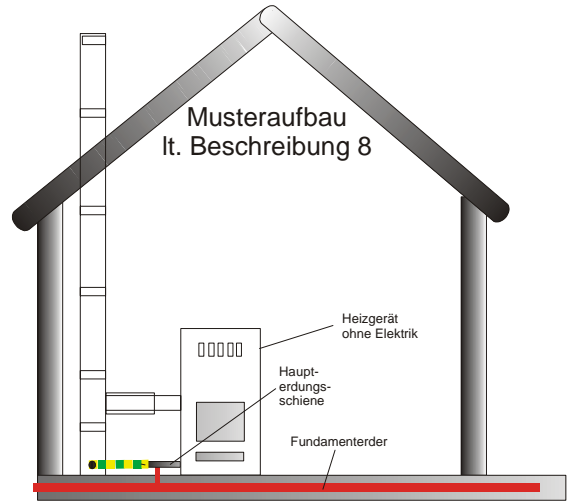

Bild 8
8. ... innerhalb eines Gebäudes ohne äußeren Blitzschutz durch die Dachfläche hindurch in einen Raum in eines der Geschosse zu einem Ofen führt, der keine Verbindung zur Elektrik hat. (Bild 8)